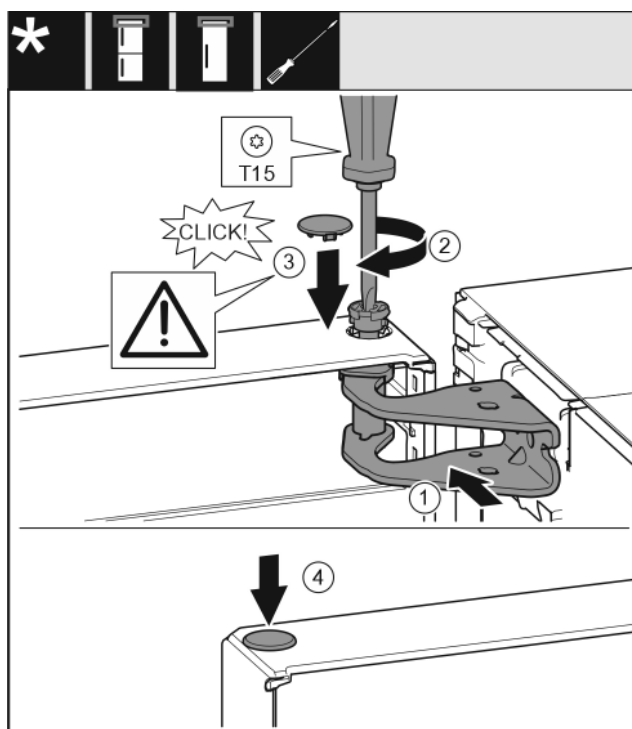

Fig. 17
- ▶ Выровняйте дверь вверх по отверстию в опорном кронштейне. Fig. 17 (1)
- ▶ Вставьте палец и затяните отверткой T15. Fig. 17 (2)
- ▶ Установите предохранительную крышку для защиты двери: Вставьте предохранительную крышку и проверьте, прилегает ли она к двери. В противном случае вставьте палец полностью. Fig. 17 (3)
- ▶ Вставьте заглушку. Fig. 17 (4)